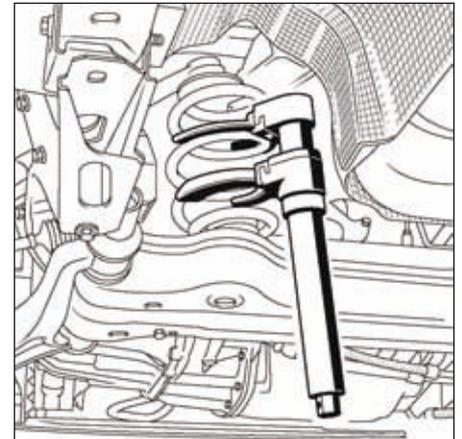

FIG.3
- A l'aide d'un outil adapté, comprimé le ressort de suspension, puis le déposer (Fig.3).